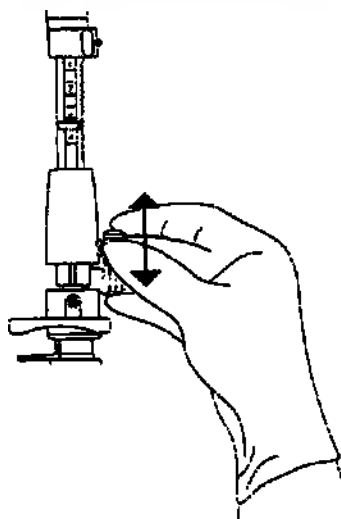

Рис. 12.
7. Ослабьте ручку регулировки оболочки и медленно выдвиньте оболочку. Установите такое положение оболочки, при котором небольшая часть дистального конца оболочки выступает из дистального конца эндоскопа, и проконтролируйте положение по эндоскопическому изображению (см. Рис. 12.).